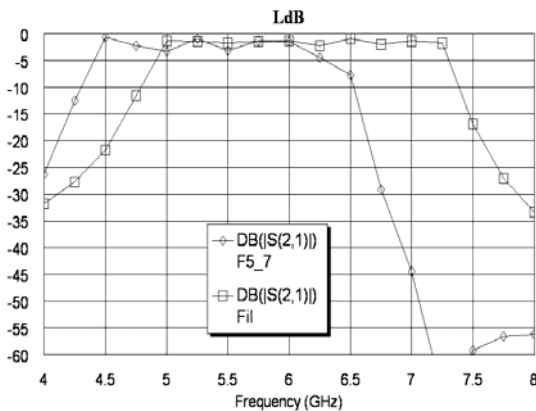

Рис. 3.178
- Сделайте активным окно графика и щёлкните по значку **Analyze** на панели инструментов. График показан на рис. 3.178.